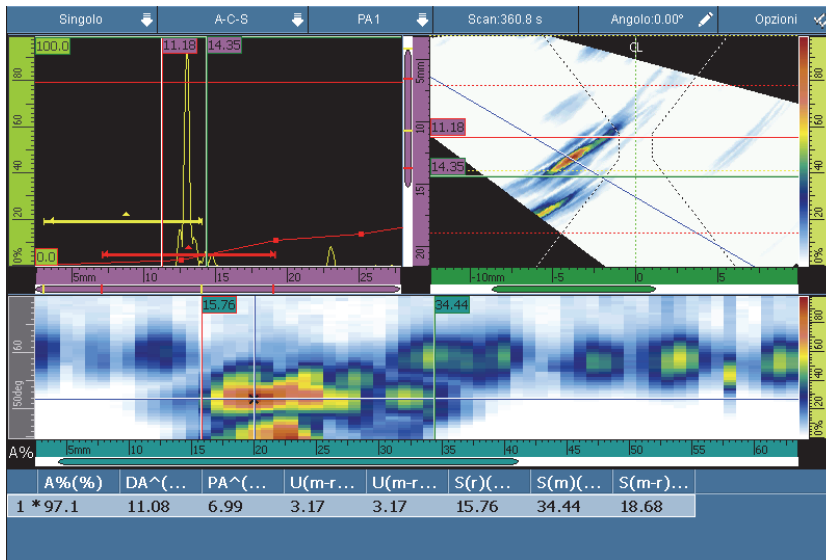

Figura 6-11 Esempio di una tabella delle indicazioni
1. Selezionare **Opzioni > Tabella indicazioni** per visualizzare una tabella delle indicazioni nella parte inferiore della schermata (vedere Figura 6-11 a pagina 194).